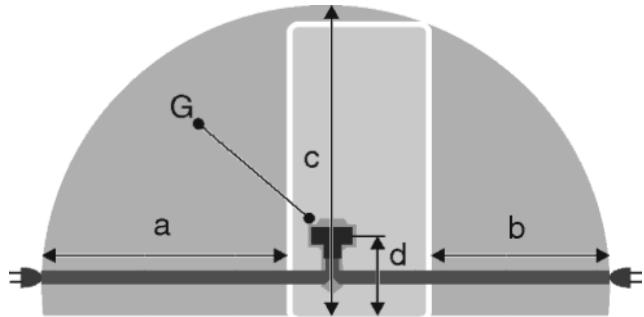

Fig. 29
- La prise de courant est en dehors de la zone postérieure de l'appareil dans la zone concernée. *Fig. 29 (a, b, c)*
- Introduire la la fiche de l'appareil *Fig. 29 (G)*au dos de l'appareil. Veiller à ce qu'elle s'introduise correctement.